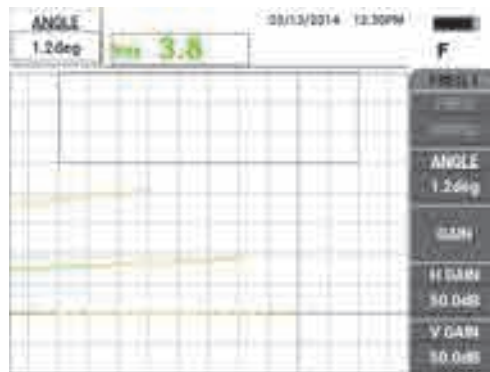

Рис. 5-79 Настройка нижнего сигнала до горизонтального положения
9. Нажмите клавишу ANGLE () , настройте нижний сигнал (проводимость 45 %) до максимально горизонтального положения (см. Рис. 5-79 на стр. 188).